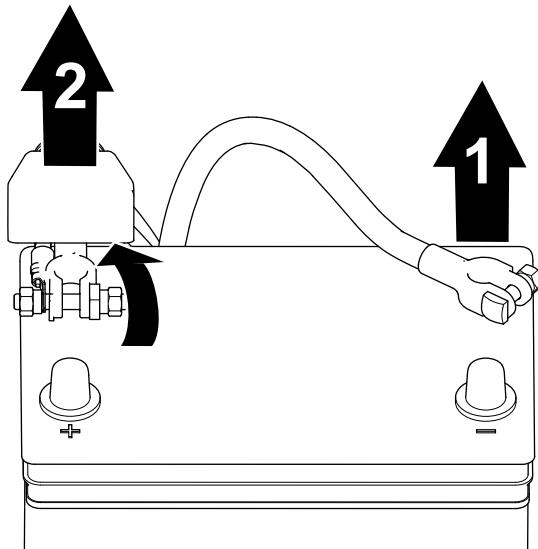

Figura 89
- Rimuovete il cavo negativo della batteria dal polo della batteria (Figura 89).
| 2. Sollevate l'isolamento e rimuovete il cavo positivo della batteria dal polo della batteria (Figura 89). | |